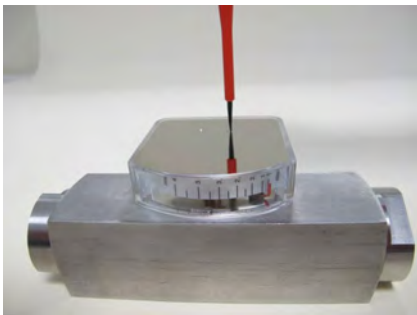

Abb. 38
1. → Befestigungsschrauben der Anzeige-Deckelplatte lösen (Abb. 38)